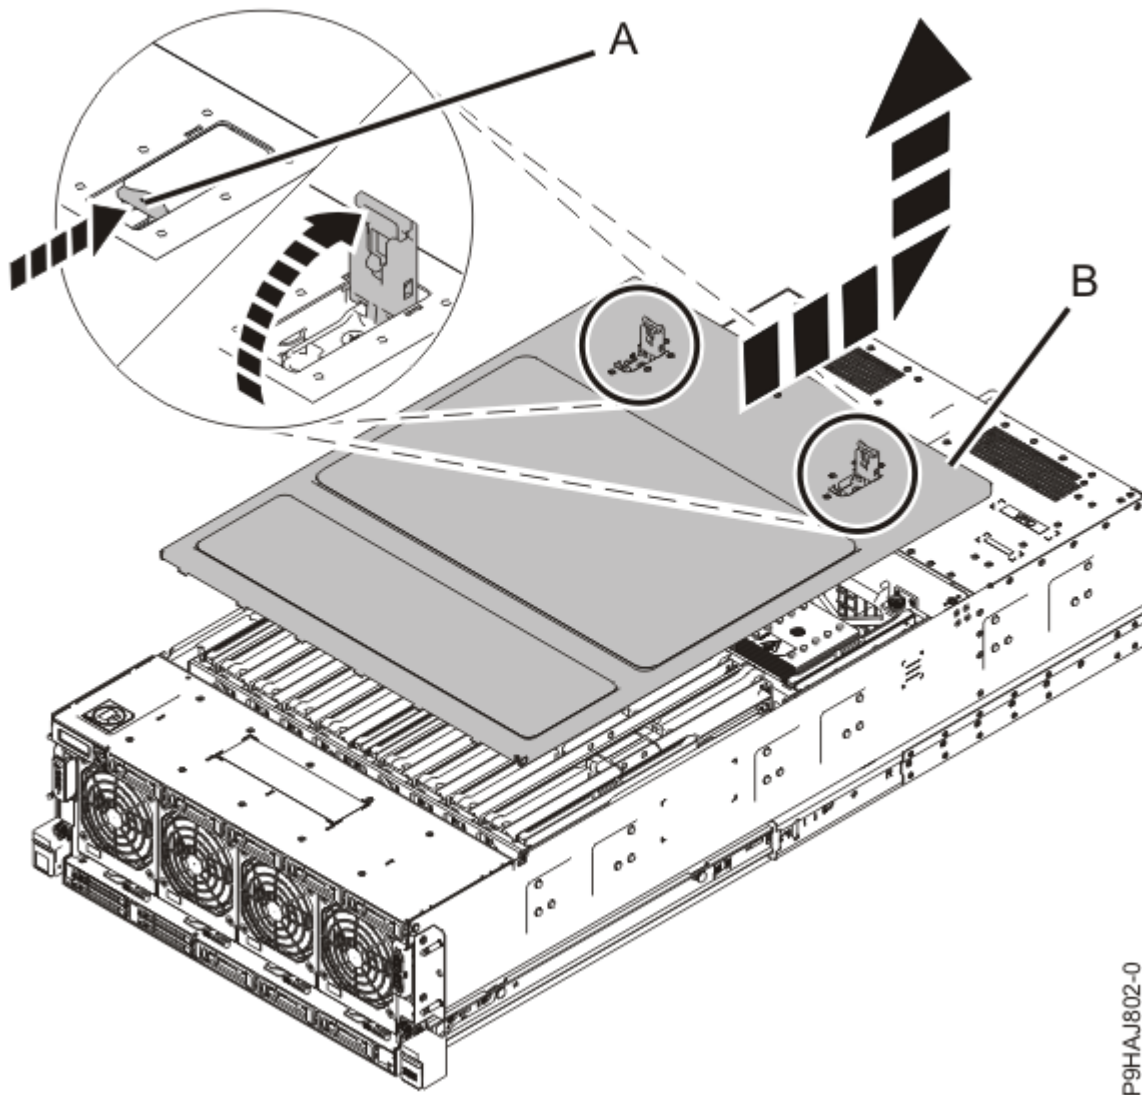

Figura 12. Scoaterea capacului de acces pentru service
- a. Împingeți zăvoarele de eliberare **(A)** în direcția arătată în Figura 12 la pagina 14.
- b. Glisați capacul **(B)** în afara unității sistem, așa cum se arată în Figura 12 la pagina 14. Când partea din față a capacului de acces pentru service a trecut de marginea superioară a capacului, ridicați capacul în afara unității de sistem.